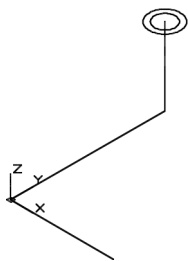

图 13-38 创建拉伸对象
- 3) 捕捉圆心（只能绘制平行于 XY 平面的圆），分别输入半径 60 和 40，按〈Enter〉键，如图 13-38 所示。